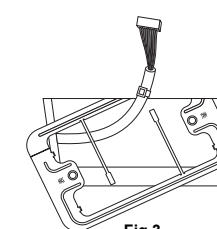

Fig.3
2. Faites passer le câble à travers le support de montage fourni et insérez le support dans le trou d'installation. (Fig. 3)